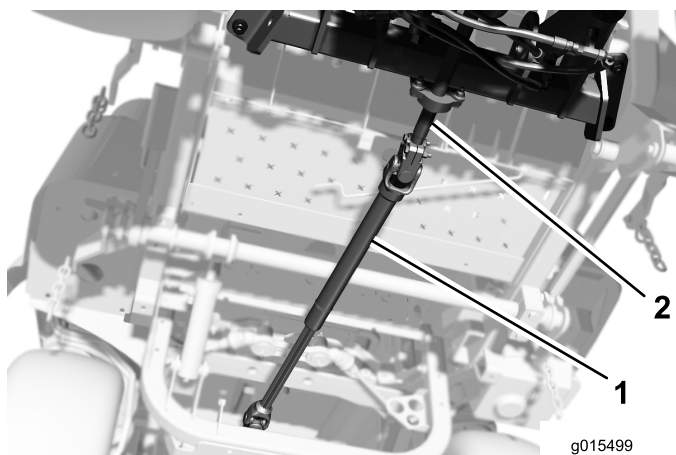

図 10
1. 駆動シャフトの取り付けあなとジャッキシャフトの穴とを整列させ、駆動シャフトをシャフトをジャッキシャフトに挿入する（図 10）。